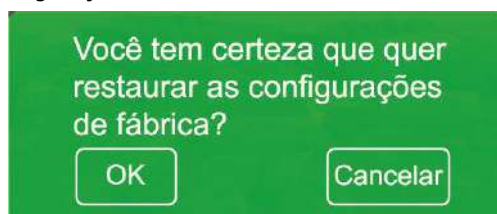
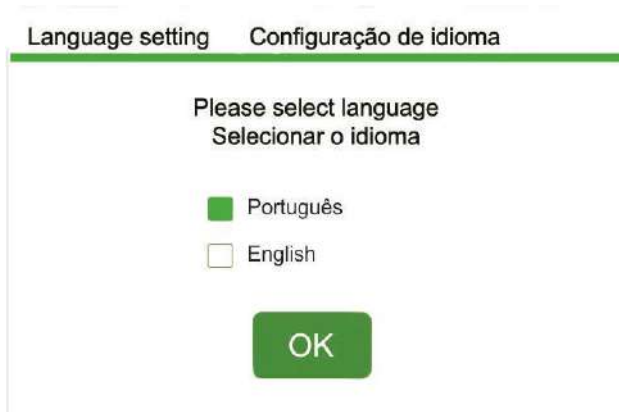
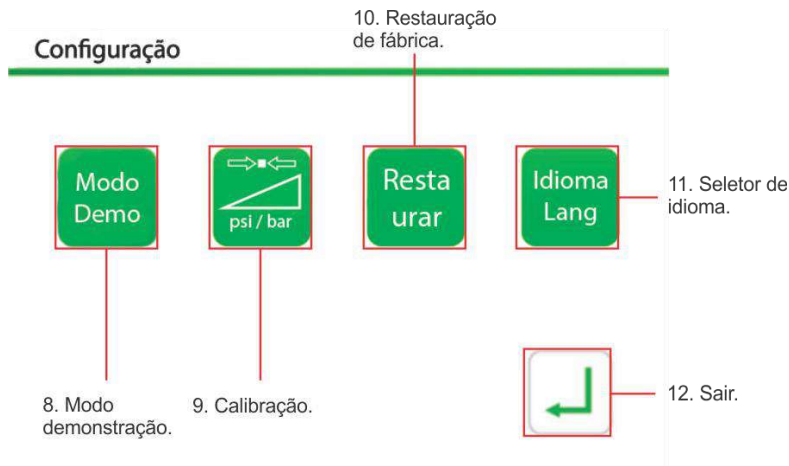

Fig. 9
Fig. 10
Fig. 12
- Na interface de configuração, selecionar o ícone (8-Fig.12) para acessar o modo demonstração. Assim, será possível controlar a rotação do micromotor sem o uso do pedal do equipo.
- Seguindo na interface de configuração, selecionar o ícone (9-Fig.12) para calibração. O sistema irá mostrar a interface da (Fig. 8). Após, pressionar o pedal de acionamento do equipo até que o processo de calibração atinja 100%. Com o processo completo, soltar o pedal para concluir a calibração;
- Para a restauração de configuração, selecionar o ícone (10-Fig.12). Após, o sistema irá mostrar a interface de acordo com a (Fig. 9), com isso, cabe ao operador decidir se restaurará a configuração de fábrica selecionando o ícone "OK" ou, cancelará a ação selecionando o ícone "CANCELAR";
- Para configuração de idioma, selecionar o ícone (11-Fig.12). O sistema irá mostrar a interface de acordo com (Fig. 10), selecionando o idioma desejado;
- Para sair do modo de configuração, selecionar o ícone (12-Fig.12).